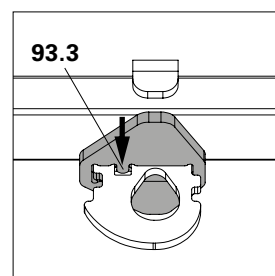
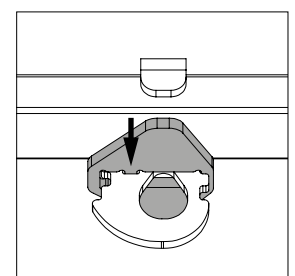

Abb. A11.06e
Abb. A11.06f
3. Sicherungsfinger (**93.3**) in das Loch stecken. (Abb. A11.06e + Abb. A11.06f)